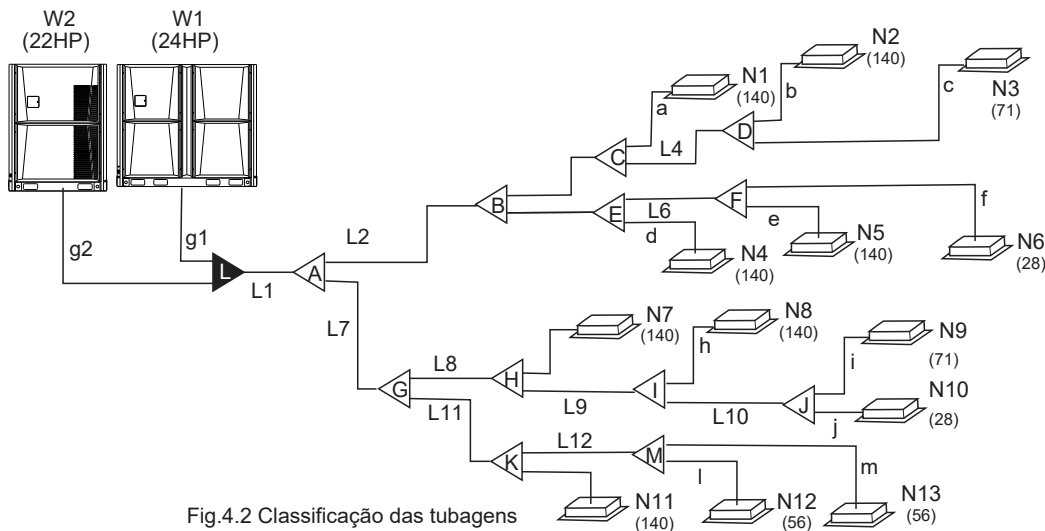

Fig.4.2 Classificação das tubagens
2) Por exemplo: A capacidade das unidades interiores inferiores após L2 na Fig.4.2 é de $140 \times 4 + 28 + 71 = 659$, pelo que as tubagens de gás e líquido são respectivamente: 1" 1/8 e 5/8.